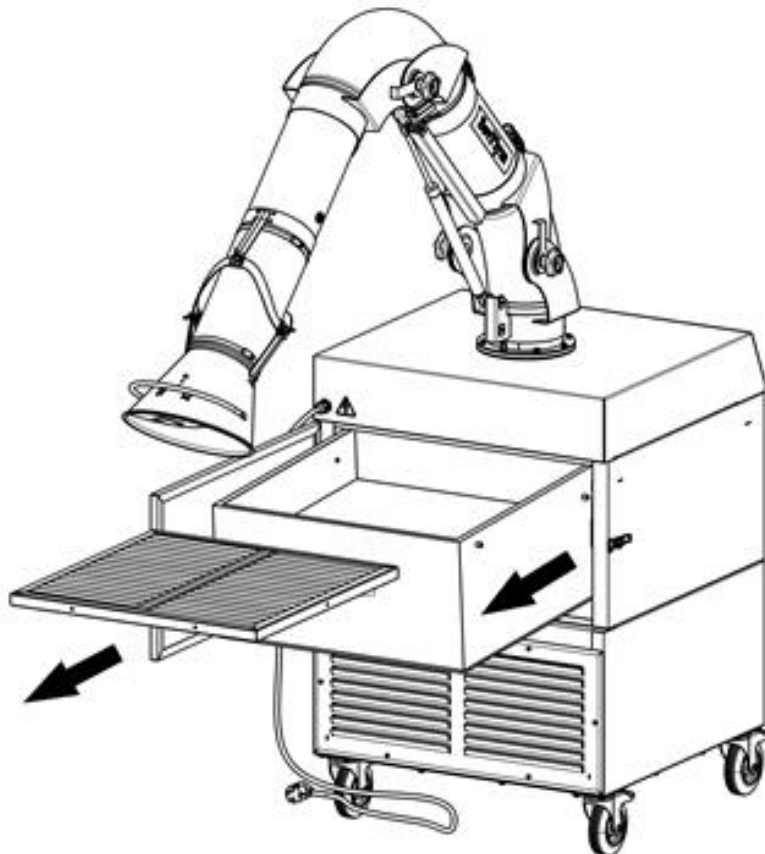

Рисунок 5
- 2) извлечь префильтр, а затем картридж из фильтровальной камеры (рисунок 5);